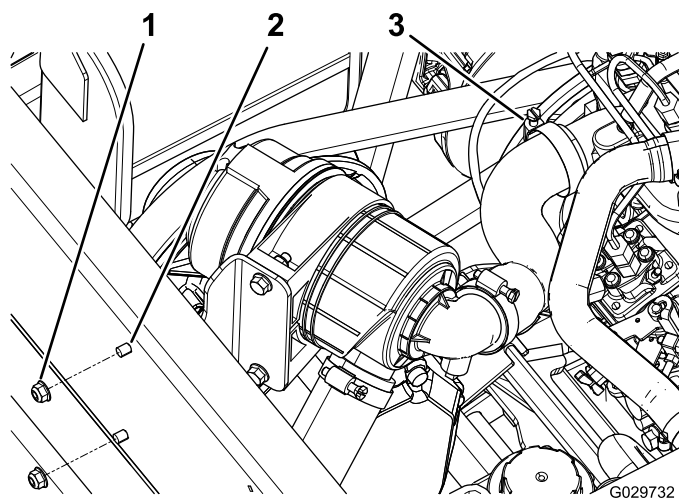

図 5
1. 機体の後フレーム部材に、エアフィルタアセンブリを取り付けるキャリッジボルト2本とフランジナット2個を使用する 図 5。
2. 長いホースの端を、エンジンに、ホースクランプで仮止めする 図 5。